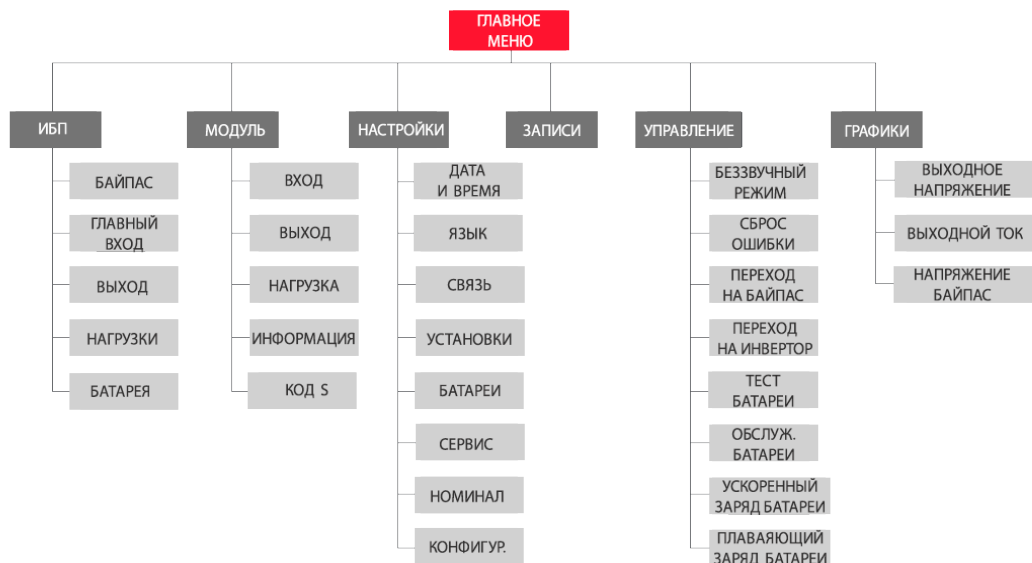

Рис. 4-3 Структурная схема меню
**Основное меню** Главное меню содержит следующие пиктограммы: ИБП, Модуль, Настройки, Записи, Управление и Графики. Потребители могут управлять и контролировать работу ИБП, а также, видеть все измеряемые параметры через главное меню. Структура главного меню приведена на рис.4-3.